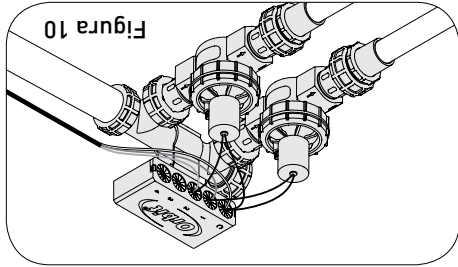

Figura 10
8. Deslice el organizador "Easy Wire" hacia la abrazadera de montaje y fíjelo a la válvula del tubo colector (Figura 10).